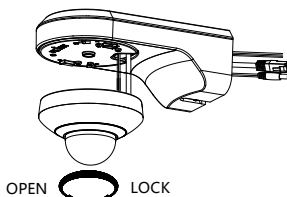

Abbildung 2-11 Kamera befestigen
4. Verlegen Sie die Kabel durch die Wandhalterung. Richten Sie die Kamera am Montagesockel aus und drehen Sie die Kamera im Uhrzeigersinn bis sie einrastet, wie in Abbildung 2-11 gezeigt.